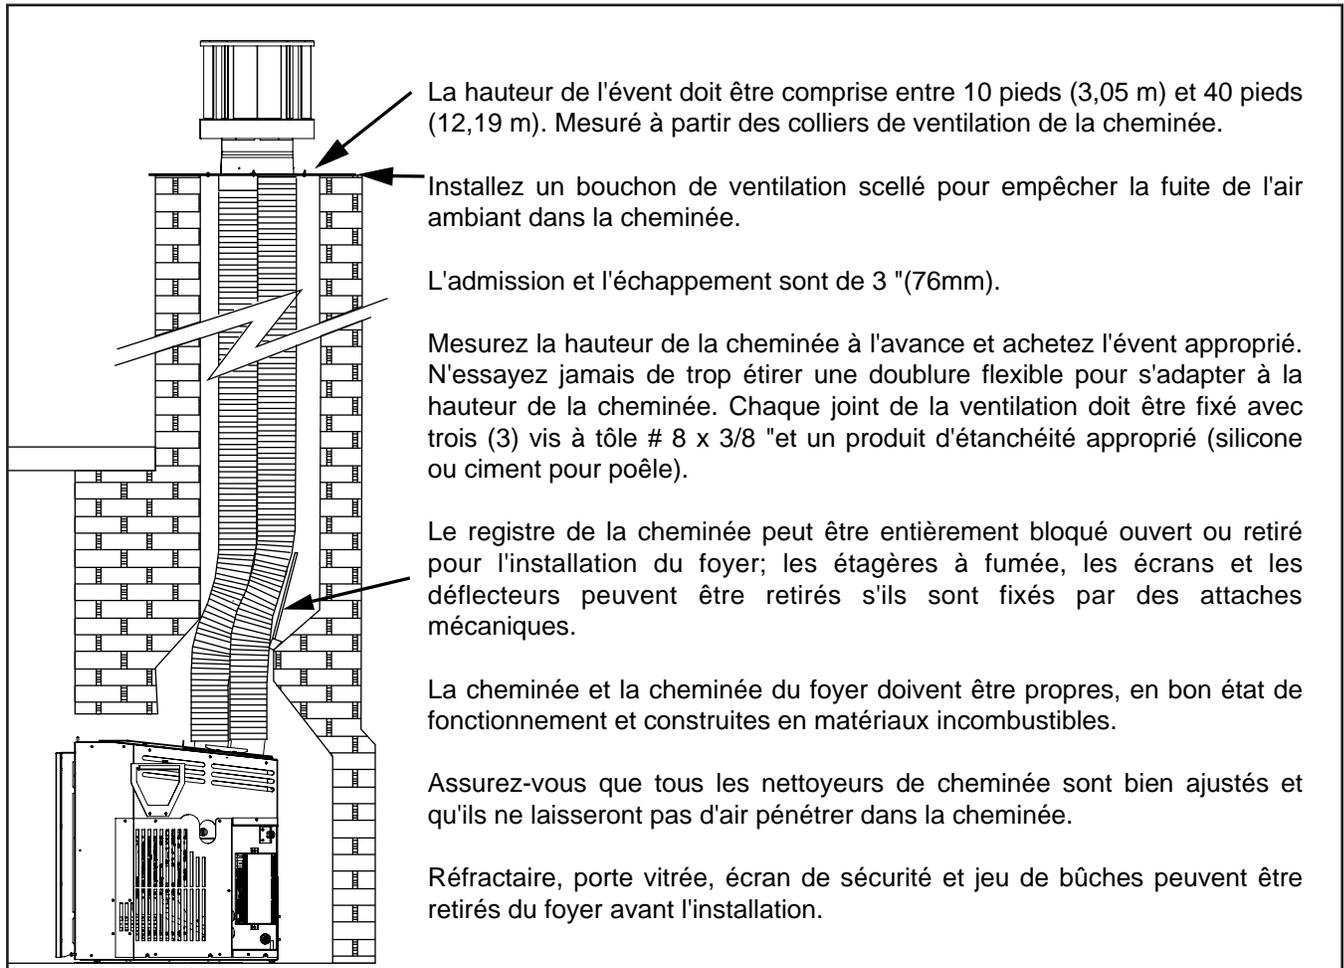

Figure 26: Installation du EX32
5. Convertir l'injecteur de veilleuse (voir la Figure 26):